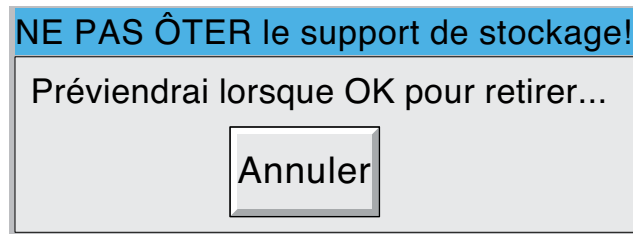

Figure 2.4.1c Message "Ne pas ôter le support de stockage"
3. La trappe est normalement déverrouillée pendant 5 secondes (pour permettre l'accès à la pointe tactile et au port USB avant), mais un message d'avertissement s'affiche à l'écran (figure 2.4.1c).